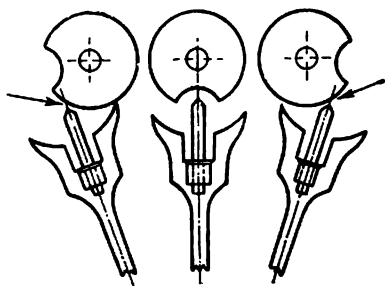

Рис. 98. Правильный зазор между копьем и предохранительной ролькой
**ПРАВИЛО.** Зазор между копьем и предохранительной ролькой, когда вилка стоит у одного или другого ограничительного штифта, должен быть одинаковым с обеих сторон (рис. 98).
**ПРАВИЛО.** Во время прохождения балансом дополнительной дуги между копьем и малой ролькой должен быть одинаковый зазор с обеих сторон рольки (см. рис. 98).